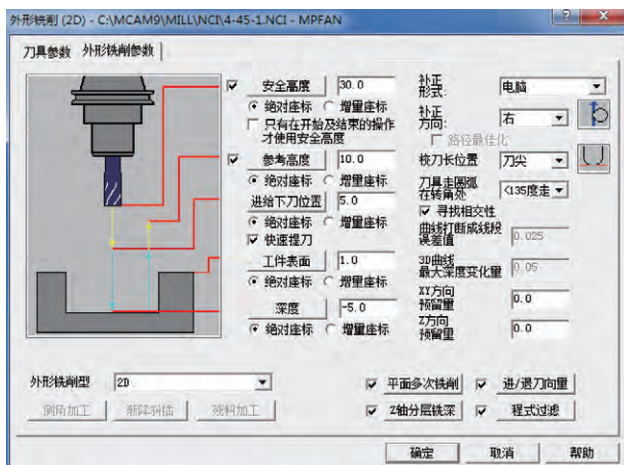

图 2 外形铣削加工参数设置
外形铣削加工参数设置主要包括高度参数、刀具补偿、转角过渡、加工预留量、平面多次铣削、Z 轴分层铣深和进 / 退刀方式等参数的设置（图 2）。
(2) 参考高度：参考高度为下一次进刀前要回缩的高度，参考高度的设置应高于下刀位置。增量坐标是相对于工件表面的高度。一般设置参考高度离工件最高表面距离为 5mm ~ 10mm。
(3) 进给下刀位置：进给下刀位置是指刀具在下刀位置之上以快速下降，当下降到该位置后再以进给速度接近工件，以免撞刀，此速度转折点的高度为进给下刀位置高度。选用增量坐标时，是相对于工件表面的高度。一般设置进给下刀位置离工件最高表面距离为 2mm ~ 5mm。
(4) 工件表面：工件表面是指要加工工件上表面的位置高度，通常指毛坯表面的高度。若选用增量坐标时，是相对于所定义的外形的高度。考虑数控编程，结合方便性、可行性，可把工件上表面的毛坯量设置为工件表面值，图 2 中工件表面的 1mm 即为工件上表面的毛坯量，进行表面切削之后，工件上表面 Z=0（系统坐标设置的位置），后面的铣削加工深度（负值）即为距离上表面 Z=0 的距离，方便计算，提高效率。
(5) 深度：深度是指工件要加工的深度，指的是距离系统零点 Z=0 的坐标值。该值一般设置为实际加工的深度值（负值）。选用增量坐标时，是相对于所定义的外形的高度。在切削加工过程当中，总切削量并不一定为设定的切削深度。总切削量由切削深度和 Z 向预留量来决定的，即总切削量为切削深度减去 Z 向预留量。